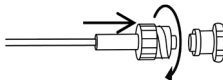

Рис. 2
2. Подсоедините линию отбора проб газа (штекерный люэровский коннектор) к респираторному газоанализатору, как показано на рис. 2. Поверните люэровский коннектор по часовой стрелке для надежной фиксации, чтобы предотвратить утечку газов в месте соединения.